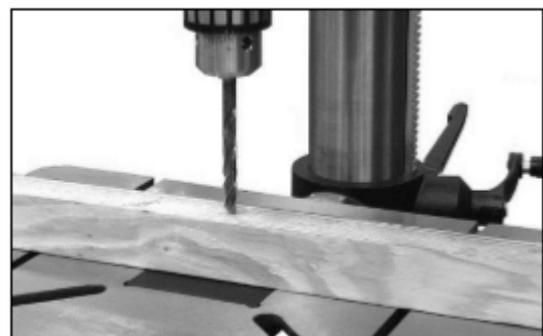

Рис. 19
Поворачивайте ручку вертикальной подачи (D), чтобы опустить зажатое в патроне сверло так, чтобы оно коснулось поверхности заготовки. Рис. 19.